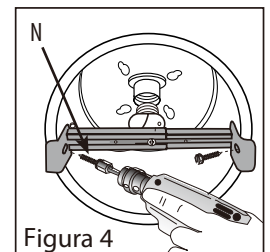

Figura 4
5. Fije la barra deslizante a la caja empotrada usando los dos tornillos autoperforantes de 1 pulg. de largo (N) incluidos. Usando un taladro y una punta hexagonal de 1/4 pulg., haga que ambos tornillos pasen a través de ambos lados del brazo de fijación hacia los laterales de la caja empotrada (Figura 4).